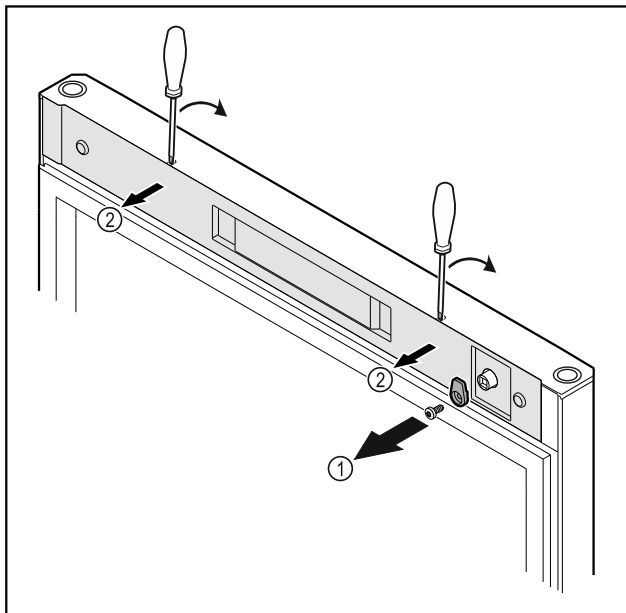

Fig. 20
- Irrota sulkuhaka Fig. 20 (1).
- Paina suojus Fig. 20 (2) pienellä ruuvimeisselillä paikaltaan ja ota se pois.